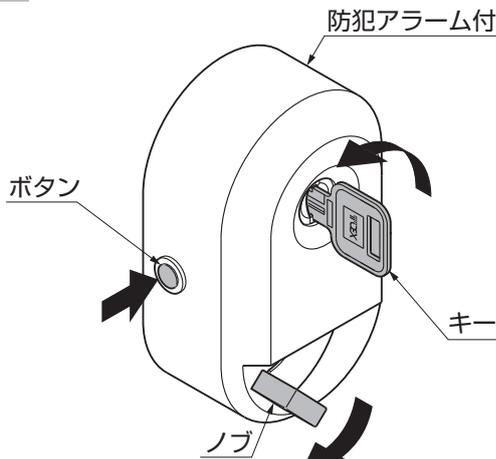
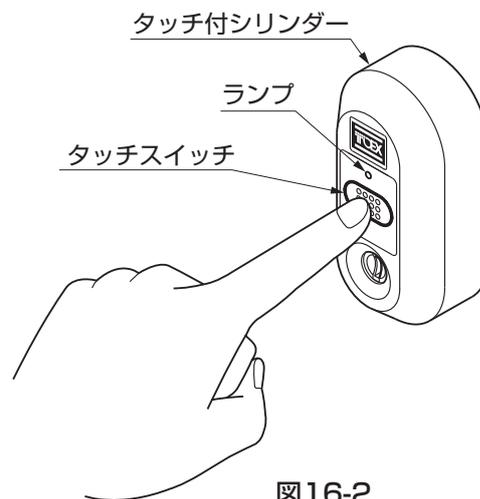

図16-1
図16-2
- (1) パターン1
- 防犯アラーム付シリンダーをキーで解錠してください。(図16-1参照)
- (2) パターン2
- タッチ付シリンダーで解錠してください。(図16-2参照)